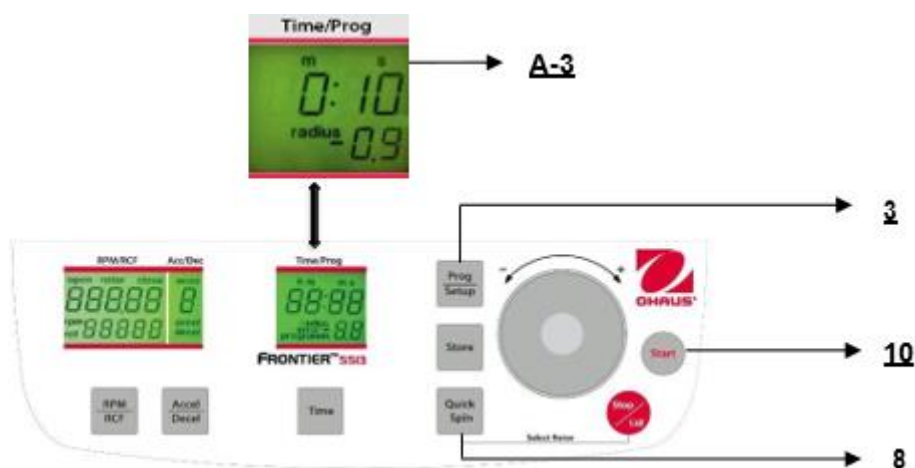

Figure. 23
La centrifugeuse peut être démarrée avec la touche **"Start"** (10) (voir la figure 23) ou avec la touche **"Quick Spin"** (8).